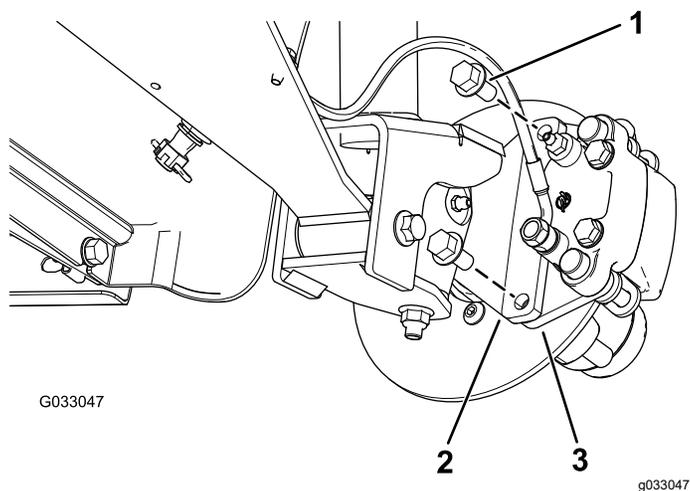
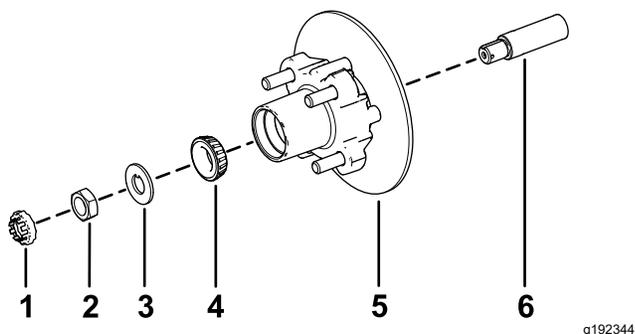

图 30
图 34
3. 卸下将制动器总成支架固定到主轴的凸缘头螺栓 $\frac{3}{8}$  x  $\frac{3}{4}$ 英寸将制动器与主轴分开图30。
- 在主轴上涂上薄薄一层指定润滑脂图 34。
- 将轮毂和转子组装到带内转子的主轴上图 34。
- 将外置轴承组装到主轴上并将轴承放置到外置座圈内图 34。
- 将止动垫圈组装到主轴上图 34。
- 将主轴螺母拧到主轴上上紧螺母扭矩至 15N·m 同时旋转轮毂将轴承调整到位图 34。
- 将刹车踏板与转子的任意一侧对齐图 30 将制动盘托盘中的孔与主轴机架的制动器安装架中的孔对齐图 34。
- 用 2 个凸缘头螺栓  $\frac{3}{8} \times \frac{3}{4}$  英寸将卡钳支架固定到主轴机架上图 30。